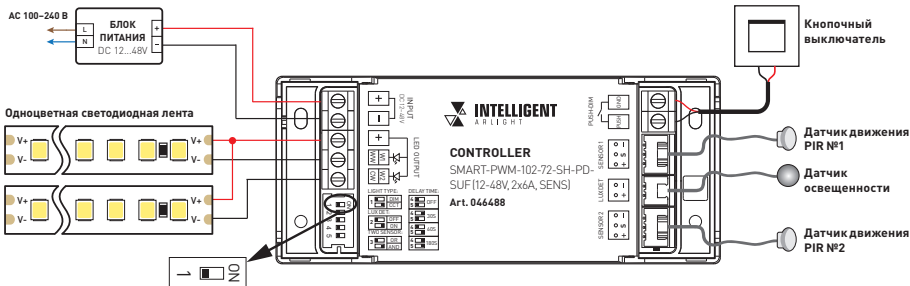

Рис. 1. Схема подключения лестничного контроллера SMART-PWM с монохромной лентой DIM
- 3.2. Подключите контроллер, соблюдая порядок подключения проводов (рис. 1).